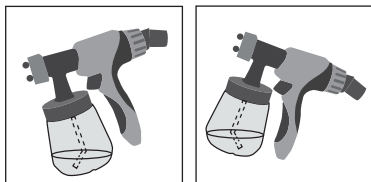

Рис. 2
**в)** установите всасывающую трубку в зависимости от обрабатываемой поверхности: при горизонтальной поверхности поверните трубку вперед, при вертикальной – назад (Рис. 2);